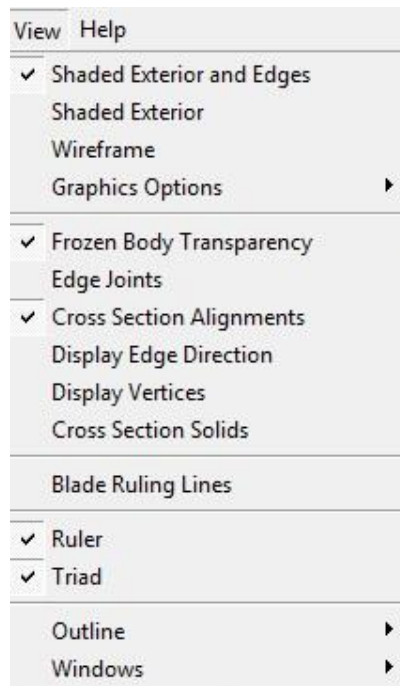

Рис. 7. Панель *View*
- **View** – налаштування графічного відображення моделі (рис. 7).